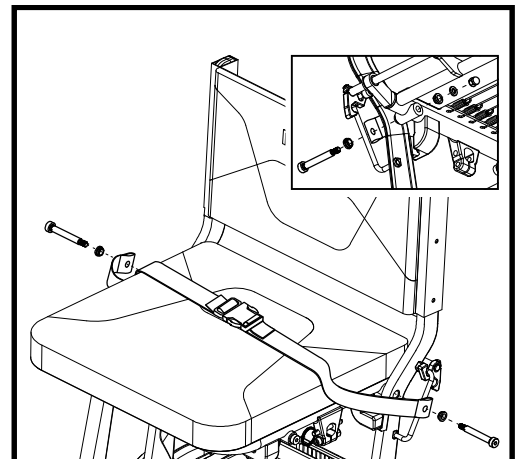

Figura 16. Pernos de la correa de posicionamiento
1. Retire los pernos con resalto, las tuercas almenadas y las arandelas que sujetan la base del asiento. **Ver figura 16.**
2. Enganche los cinturones de seguridad en la carcasa del perno de hombro. **Ver figura 16.**